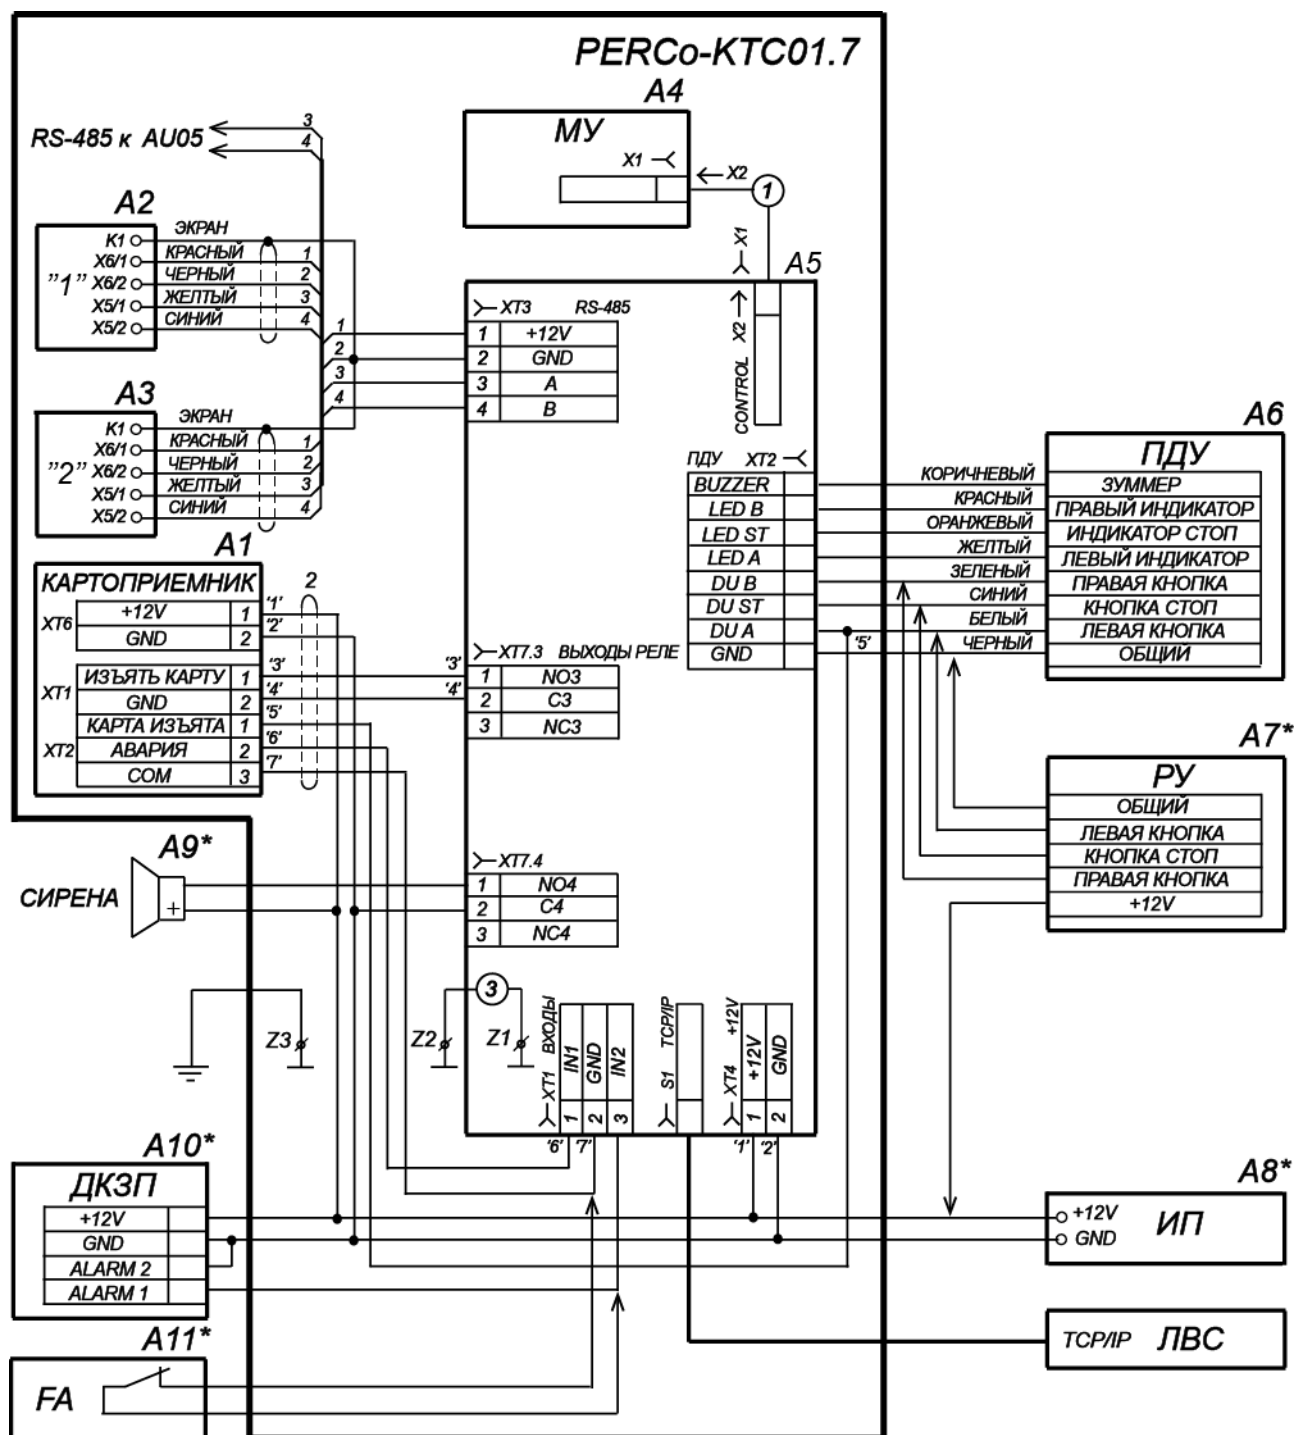

Рисунок 13. Схема подключения ЭП и дополнительного оборудования¹
Расположение клеммных колодок на плате контроллера ЭП показано на рис. 5, назначение контактов клеммных колодок указано в табл. 1. Схема подключения приведена на рис. 13. Используемые при подключении типы кабелей указаны в табл. 4. При монтаже ЭП придерживайтесь следующей последовательности действий:
12. Подключите кабель питания (18) к клеммной колодке **XT4** на плате контроллера ЭП согласно схеме, приведенной на рис.13.
13. Подключите кабель (17) ПДУ (16) к клеммной колодке **XT2** на плате контроллера ЭП согласно схеме, приведенной на рис.13.
14. Подключите при необходимости кабели от других устройств к соответствующим клеммным колодкам платы контроллера ЭП согласно схеме, приведенной на рис.13.
10. Подсоедините кабель картоприемника к плате управления картоприемника согласно схеме рис. 13 и рис. 6.
11. На разъеме **XT2** контроллера ЭП отключите от клеммы *DUA* провод от картоприемника с маркировкой «5» (выход картоприемника «Карта изъята») и подключите его к клемме *DUB* (см. рис. 13).
13. Установите в рабочее положение контейнер картоприемника со стороны механизма картоприемника, а заглушку (14) – с противоположной стороны.
14. Установите крышку (3) в рабочее положение (см. разд. 6).